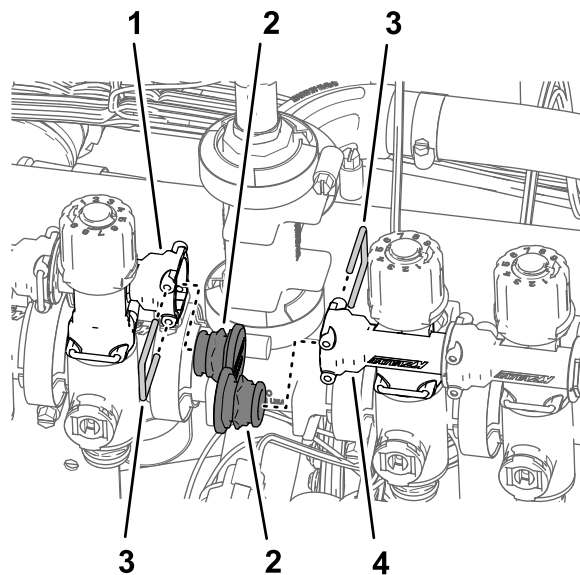

Figure 99
3. Retirez les étriers qui fixent les obturateurs sur les raccords rapides femelles des vannes de buse 5 et 6, et déposez les obturateurs (Figure 99).